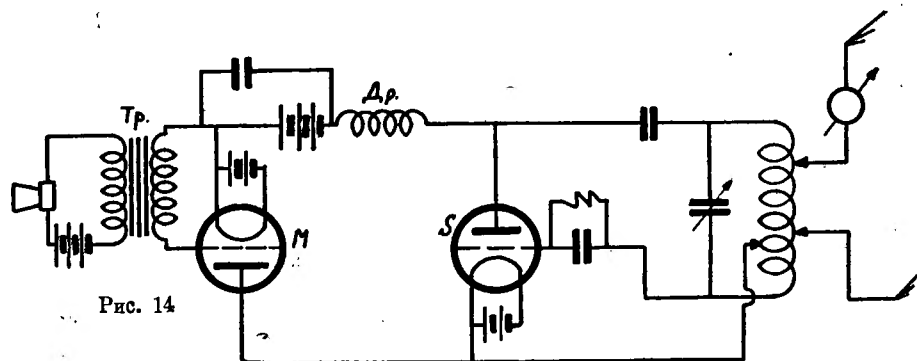

Рис. 14
1. Последовательное включение ламп (рис. 14). Схема представляет собой последовательное соединение двух ламп—модуляторной M и генераторной S . В правой части схемы находится колебательный контур, связанный с антенной. Обе лампы имеют один общий источник анодного напряжения. В сетку модуляторной лампы включен микрофонный трансформатор.